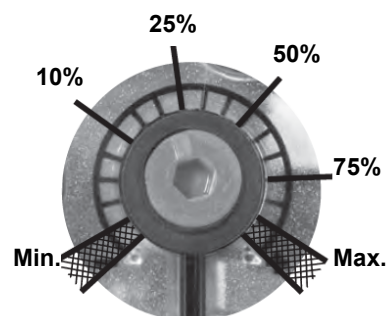

Fig. 4
2. Сдвинуть VD вперед до упора, рис. 4.